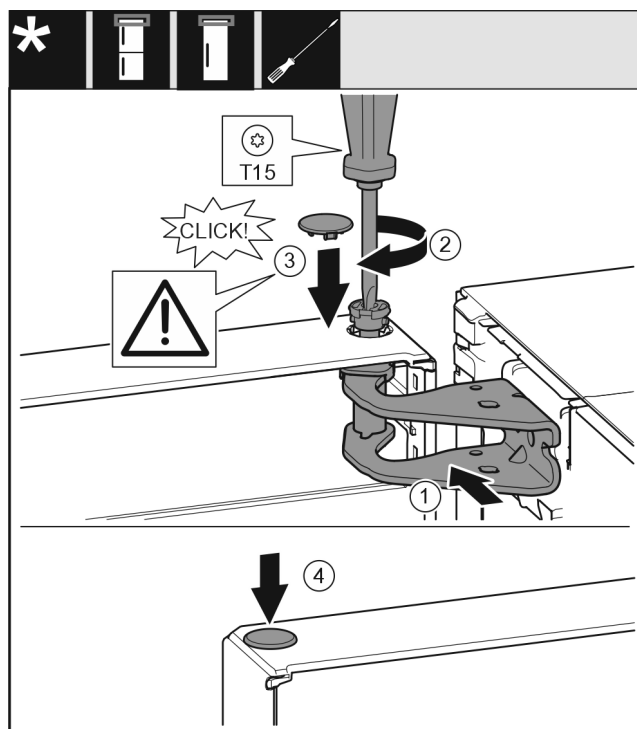

Fig. 36
- Aligner la porte en haut sur l'ouverture du support de palier Fig. 36 (1).
- Insérer l'axe Fig. 36 (2) et le serrer avec un tournevis.
- Installer le couvercle Fig. 36 (3).
- Vérifier que le couvercle Fig. 36 (3) repose bien sur la porte.
- Installer le couvercle Fig. 36 (4).